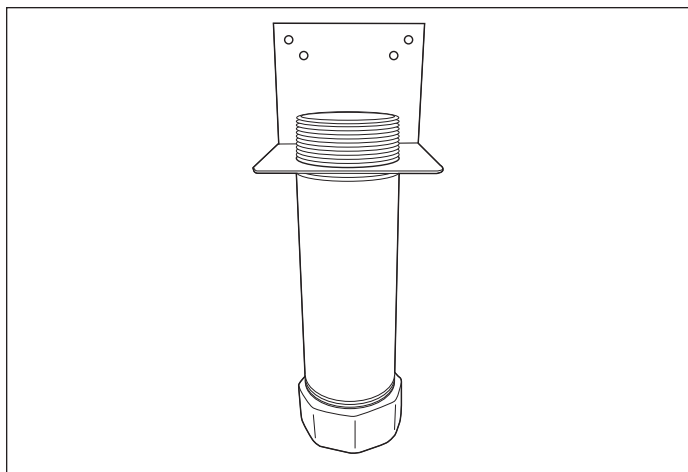

Figure 21-2
1. Placez la bride de montage du boîtier du détecteur de carburant sur le filetage du boîtier (Figure 21-2).